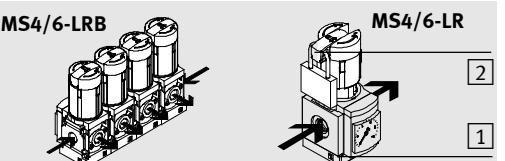

Fig. 1
Conformément à l'usage prévu, le filtre-détendeur MS4/6-LFR et le manodétendeur MS4/6-LR(B) règlent l'air comprimé dans la branche suivante sur la pression de travail paramétrée. Le MS4/6-LFR/LR(B) compense les variations de pression. Le MS4/6-LRB permet l'alimentation en air comprimé des deux côtés (→ fig. 1).